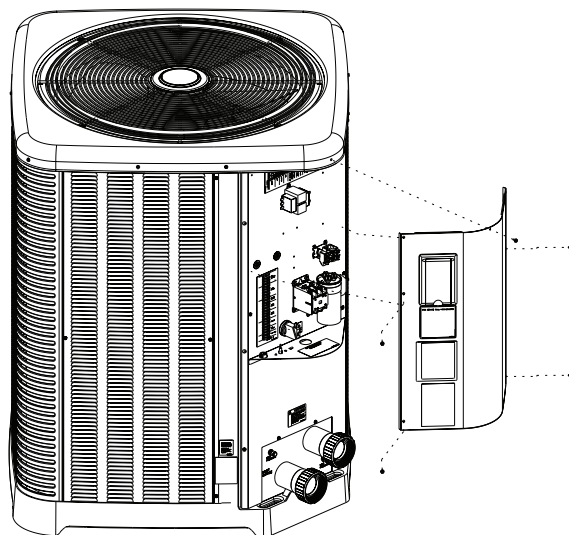

Figure 11. Vis à métaux qui retiennent le couvercle du panneau de commande
2. Retirez les 5 vis qui retiennent le couvercle du panneau de commande du boîtier (2 de chaque côté et 1 sur le panneau supérieur — voir **Figure 11** ci-dessous). Placez les vis dans la base.